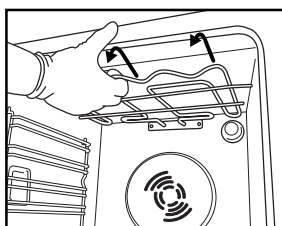
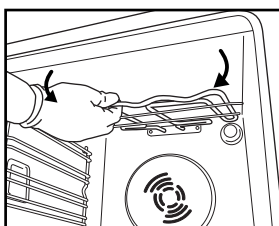

Bild 4
Bild 5
2. Dra ut elementet (Bild 4) en aning och sänk det (Bild 5).